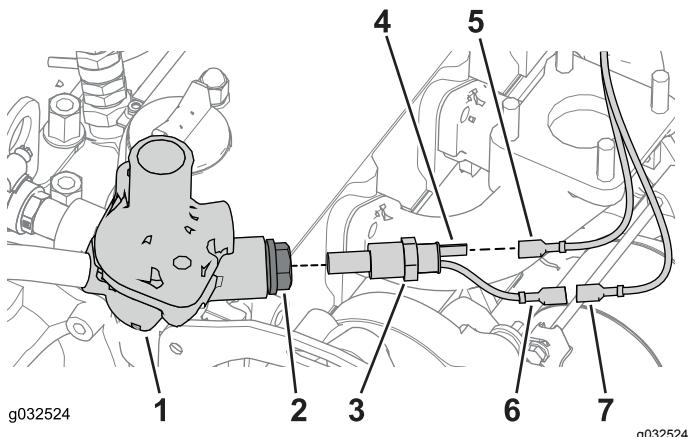

図 29
1. エンジンブロックについているサーモstattハウジングを探し出し、エンジンポートプラグを外す図29。
5. ステップ2 給液ホースを配設する(ページ14)で外した黄色いコードを、温度センサーのエンジンホットコネクタに接続する図29。
6. 黄色コードに縛り付けてあるオレンジ線を黄色線から外し、エンジンウォームコネクタに接続する図29。